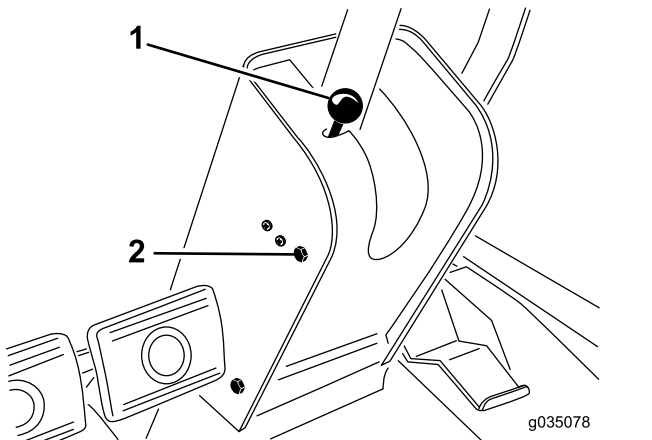

Bild 26
1. Nehmen Sie das Handrad von der Feststellbremse und die Schrauben von der Abdeckung der Lenksäule ab (Bild 26).